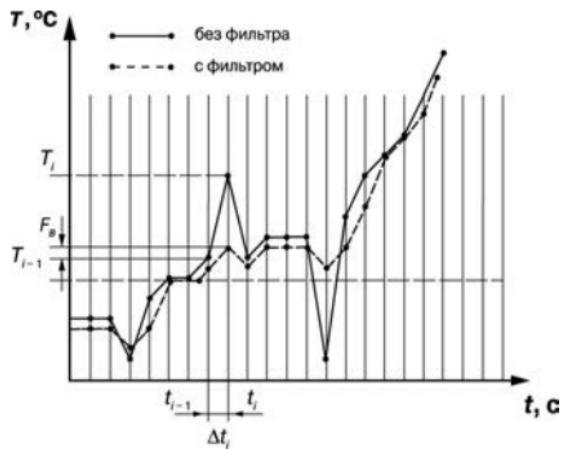

Рисунок 3.4
3.1.4.4.2 Полоса цифрового фильтра позволяет защитить измерительный тракт от единичных помех и задается в единицах измеряемой величины. Если измеренное значение T_i отличается от предыдущего T_{i-1} на величину, большую, чем значение параметра Fb , то прибор присваивает ему значение равное ($T_{i-1} + Fb$), а полоса фильтра удваивается (рисунок 3.4). Таким образом, характеристика сглаживается.